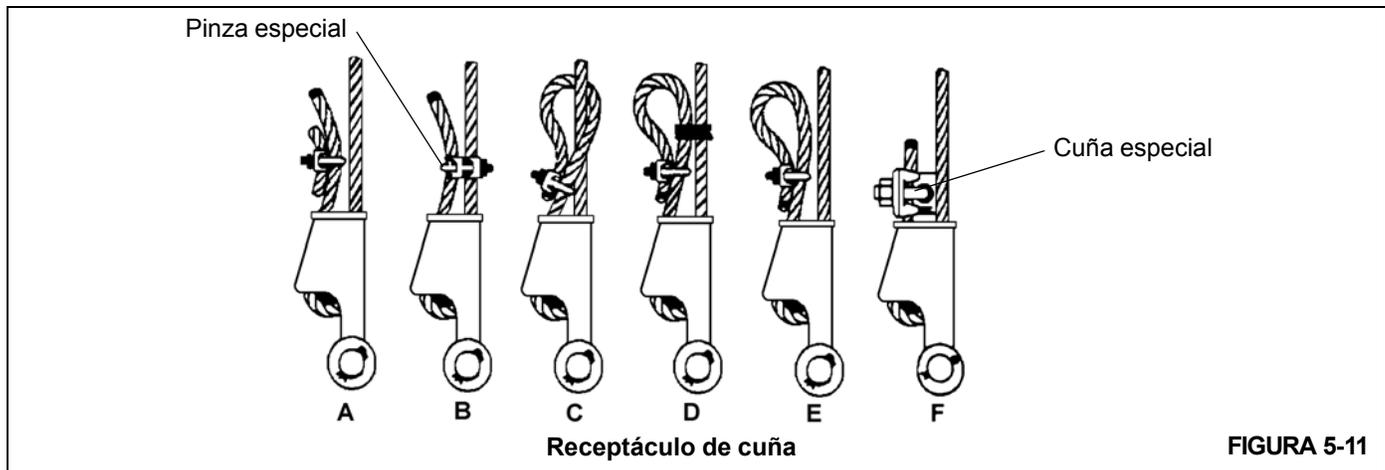

FIGURA 5-11
- a. Los diagramas A al F (Figura 5-11) ilustran diversos métodos aprobados por ANSI para la terminación de los extremos muertos de cables que salen de un conjunto de receptáculo de cuña. Si bien el método de formación de lazo es aceptable, tal método requiere trabajar con cuidado para evitar que el lazo se enganche con las ramas de un árbol u otros componentes al transportar la grúa, o con el sistema de prevención del contacto entre bloques y otros componentes durante el uso de la grúa.